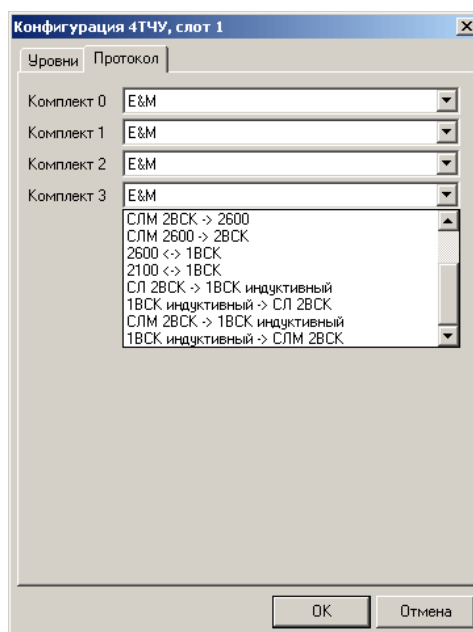

Рисунок 8
- выбрать вкладку «*Протокол*» (рис. 8);